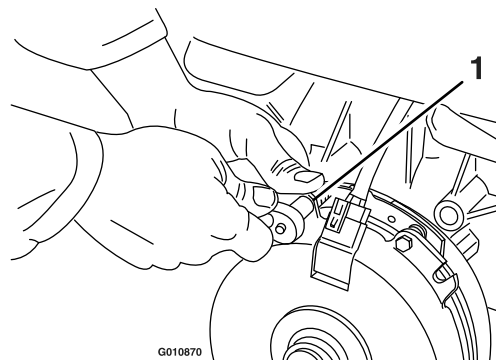

Figura 68
- A. Afloje ambos pernos de montaje del freno entre media y una vuelta, según se muestra en Figura 68.